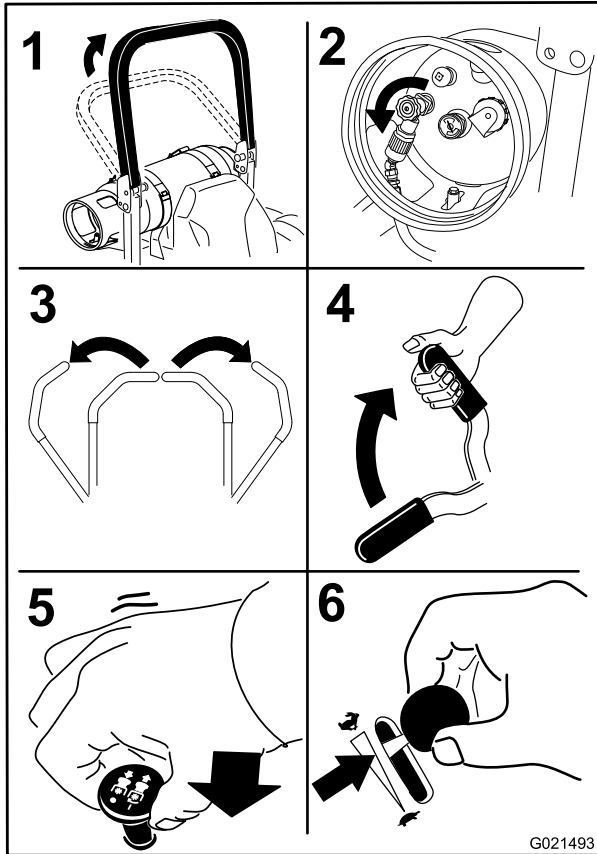

Figura 18
5. Mueva el mando de control de las cuchillas a la posición de Desengranado (Figura 18).
6. Mueva el acelerador a 3/4 de su velocidad máxima, entre las posiciones de Lento y Rápido (Figura 18).